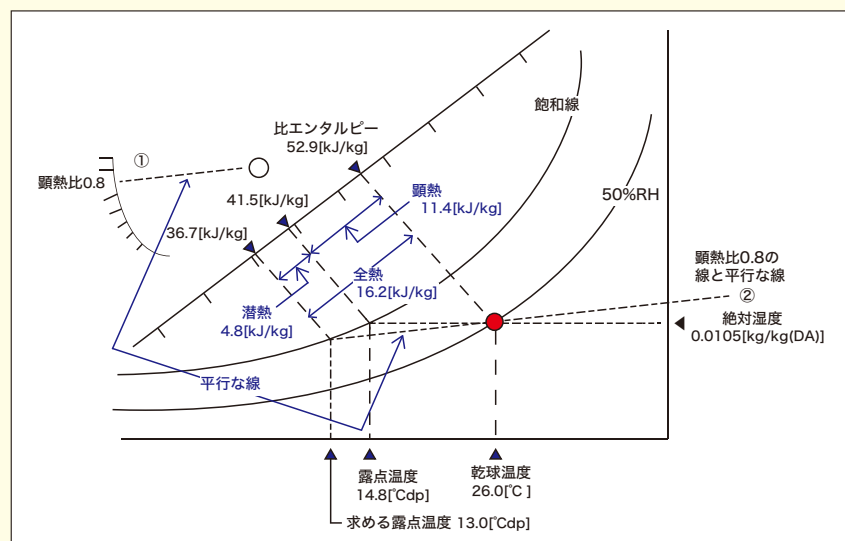

図4 空気線図の読み方
ような空調方式で、夏季に室内が個別エアコンで26[°C]に制御されている場合、室内の湿度を50[%RH]にするためには、外調機の給気露点温度を何度にするか良いかを考えてみましょう。まず図4のように、空気線図上に目標値である26[°C]50[%RH]の点を取ります。ここから左に向かって飽和線にあたるまで横軸に対する平行線を引きます。これは空気を冷却していることを意味しています。その交点から下に線を引いた時の温度目盛りの読み値の14.8[°C dp]が、26[°C]50[%RH]の室内空気の露点温度になります。単位にある[dp]はdew pointの略で露点温度を表しています。ただし、外調機の吹き出し露点温度を14.8[°C dp]にしても、室内湿度は50[%RH]になりません。室内の冷房負荷には、照明やOA機器の発熱のように直接空気を温める負荷(顕熱負荷といえます)と、人の吐息や発汗によって湿度を上昇させる負荷(潜熱負荷といえます)があります。室内を26[°C]50[%RH]にするには、事前に外調機でこの潜熱分を取り除いておく必要があります。そのためにはまず顕熱比を決めます。今回は顕熱比を0.8とします。はじめに顕熱比目盛り0.8と顕熱比グラフの中心を結び線①を引きます。次にこの線と平行になり、かつ室内空気26[°C]50[%RH]の点を通る線②を引きます。その線と飽和線の交点の露点温度13.0[°C dp]が、求める外調機吹き出し出口の露点温度になります。そして、外調機の冷却コイルで取り去られる熱量が、比エンタルピー線上のメモリから、顕熱11.4[kJ/kg]、潜熱4.8[kJ/kg]、全熱16.2[kJ/kg]であることも空気線図から読み取れます。なおここでは表現していませんが、空気線図では同時に湿球温度や絶対湿度、水蒸気分圧も読み取ることができます。